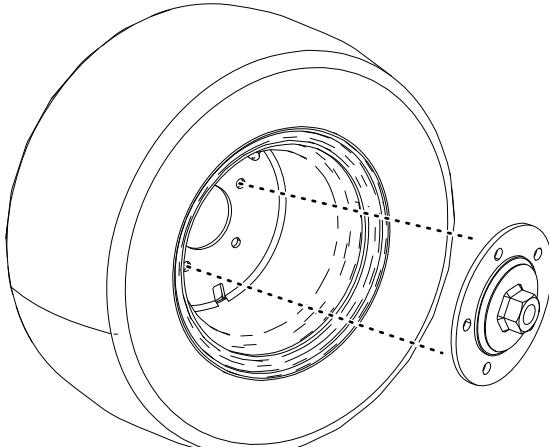

Figure 1
- Retirez les écrous de roues et posez la plaque de maintien Figure 1.